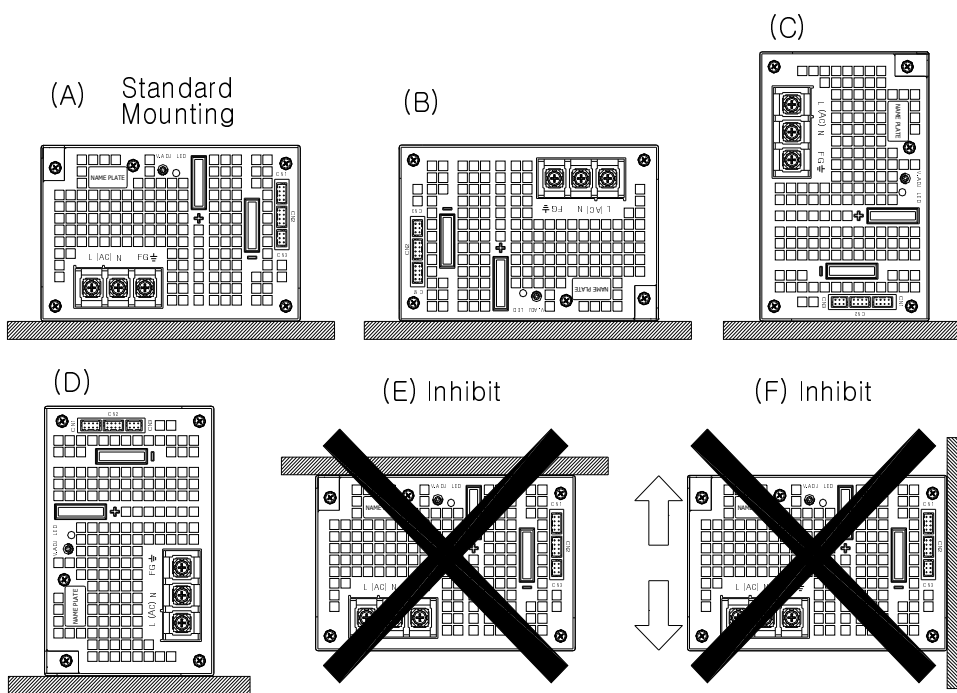

Fig.15 제품 실장 예
- 제품 실장 방법은 Fig.15와 같은 방법으로 실장이 가능합니다.